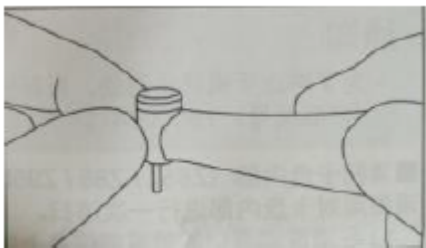

рис.4
6. Перевірте відсутність аномального нагрівання (рисунок 4).